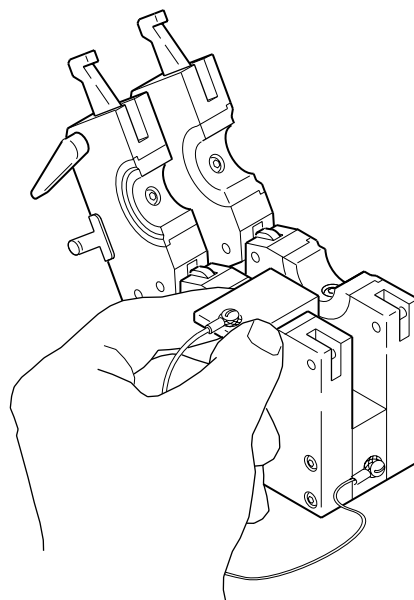

图 14 放置中心规
1. 把中心规放在卡套管夹具块的一侧。中心规必须跨过整个夹箍宽度。参考图 14。